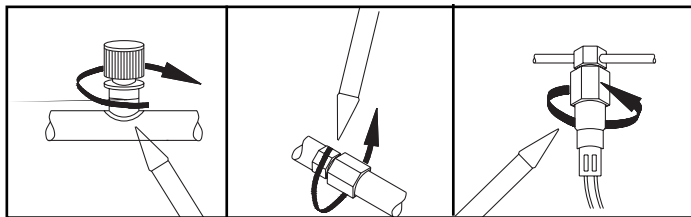

FIG 6
5. Per ogni area che viene controllata, la sonda dovrebbe essere spostata attorno alla zona a una velocità che non superi 25-50mm/secondo e ad una distanza della superficie che non supera 6,35 mm. Un movimento della sonda più lento e più vicino migliora molto la possibilità di trovare una perdita (vedi fig. 6).